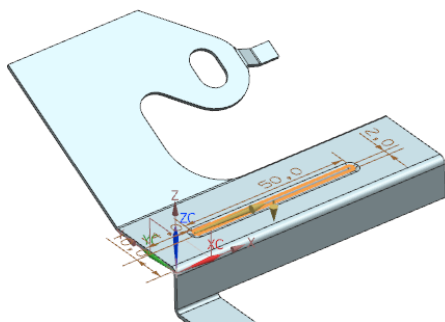

图 4-134 预览所创建的凹坑特征
(4) 单击“完成”图标, 草图绘制完毕, 视图区预览显示如图 4-134 所示的钣金件。